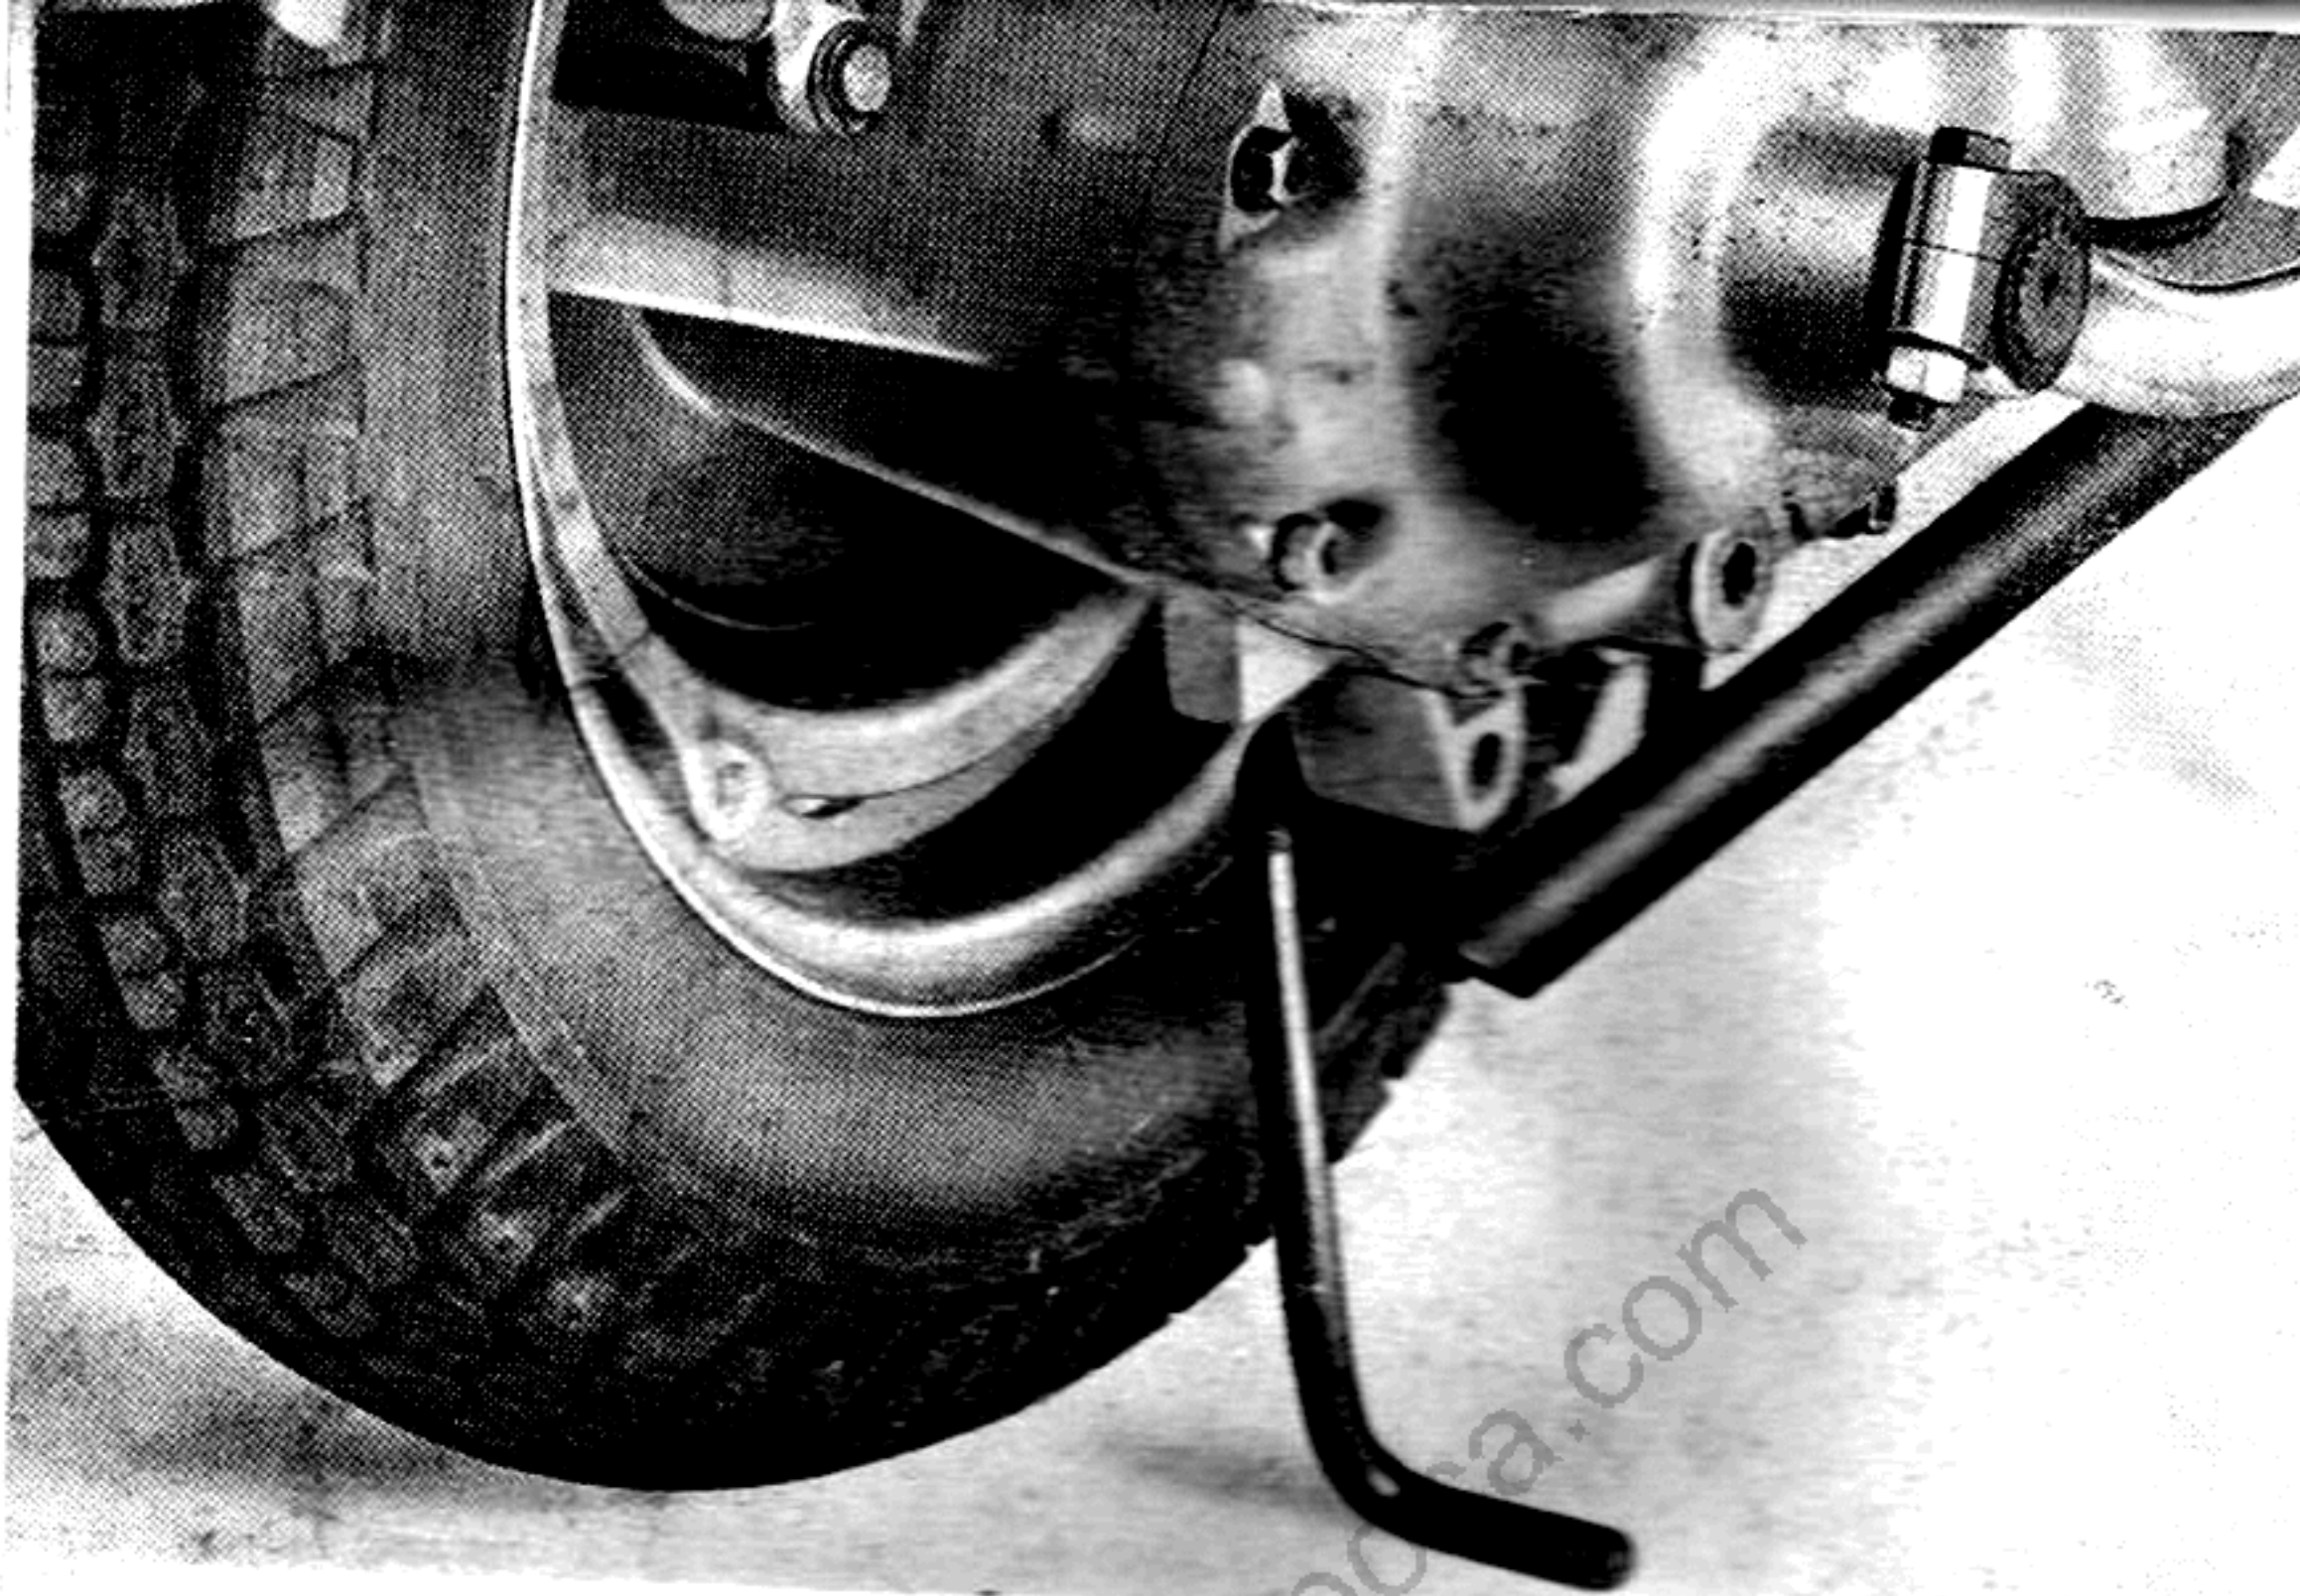

Fig. 9
- applicare il puntone (che troverete fra gli attrezzi di dotazione) al carter motore in modo da sollevare la ruota da terra (vedi fig. 9).